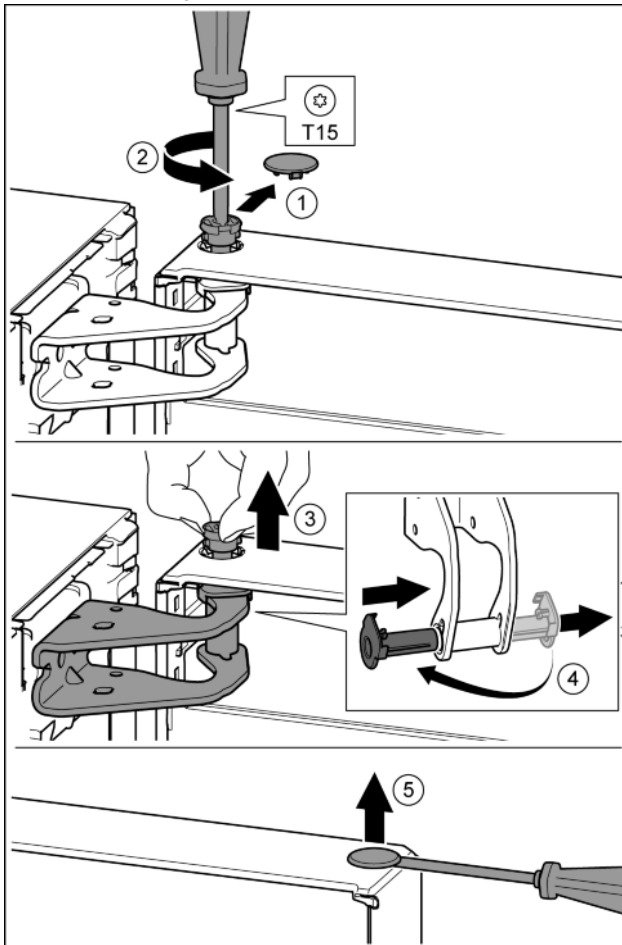

Fig. 8
- Veiligheidsafdekking voorzichtig eraf trekken. Fig. 8 (1)
- Bout met schroevendraaier T15 een stukje eruit draaien. Fig. 8 (2)
- De deur vasthouden en de bout met de vingers eruit trekken. Fig. 8 (3)
- Lagerbussen uit de geleiding trekken. Op de andere kant aanbrengen en vastklikken. Fig. 8 (4)
- Stop voorzichtig met een sleufschroevendraaier uit de lagerbus van de deur optillen en eruit trekken. Fig. 8 (5)